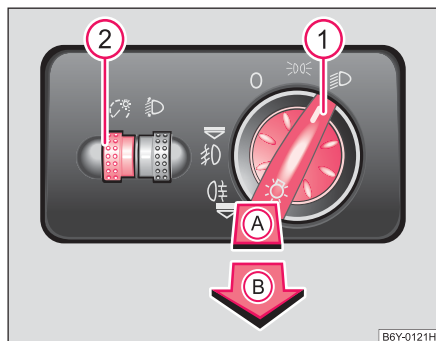

Fig. 30 Tableau de bord: Commutateur d'éclairage
- Faites tourner le commutateur d'éclairage (1) $\Rightarrow$ fig. 30 sur la position .
- Faites tourner le bouton rotatif (2) $\Rightarrow$ fig. 30 jusqu'à ce que vous ayez obtenu l'intensité souhaitée pour l'éclairage de l'instrumentation.
Sur les véhicules avec **direction à droite***, la disposition des boutons diffère partiellement de celle indiquée par là $\Rightarrow$ fig. 30. Les symboles illustrant les positions des boutons sont toutefois identiques.
- Tourner d'abord le commutateur d'éclairage  sur la position  ou  ⇒ page 54, fig. 30.